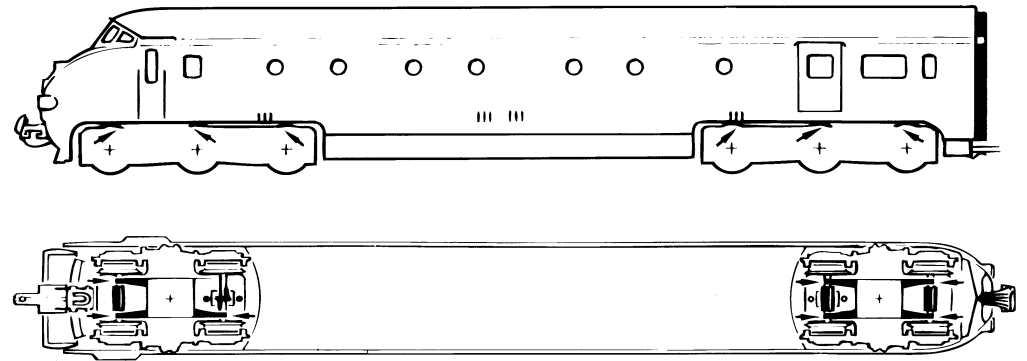

Fig. 7
2. Schmierung: Versehen Sie die im Schmierplan in Fig. 7 gekennzeichneten Stellen mit nur **kleinen Öltropfen**. Dazu zuerst das Lokgehäuse abnehmen (Fig. 5). Wir empfehlen den ROCO **Öler Art.-Nr. 10906**. Fürs Schmieren der Getriebeteile (Zahnräder, Schnecke) empfehlen wir das **ROCO-Spezialfett Art.-Nr. 10905**. Im Falle der Schmierung diese Teile **nicht ölen**.
2. Het smeren: Op de aangegeven punten slechts **een enkel oliedruppeltje** (fig. 7). Daartoe wel eerst het lochuis verwijderen (fig. 5). Wij adviseren Rovo-smeerolie art. 10906. Voor het smeren van de aandrijving (tandwielen, wormwielen, etc.) adviseren wij **Roco-smeervet art. 10905**. Let op. Geen olie gebruiken waar smeervet zit.
2. Graissage: N'appliquez **qu'une toute petite goutte** aux endroits indiqués par le plan de graissage (fig. 7) après avoir démonté la caisse de la locomotive (fig. 5). Nous vous recommandons **le graisseur à huile ROCO réf. 10906**. Pour graisser les engrenages (roues dentées, vis sans fin) nous vous conseillons la **graisse spéciale ROCO réf. 10905** pour engrenages en matières synthétiques. Lorsque vous utilisez cette graisse il faut éviter d'huiler ces composants.